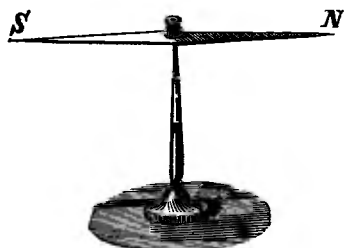

fig. 19.
3. Zawieś magnes sposobem na figurze 18. uwidocznionym, albo poodeprzj go jak na fig. 19., a spostrzeżesz, że jeden jego biegun będzie zwrócony na północ, drugi na południe. W to położenie powróci magnes po kilku wachnięciach za każdym razem, gdy go